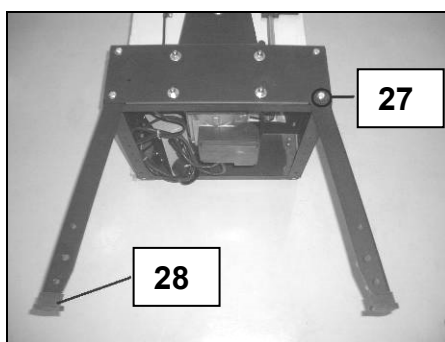

Fig 12
- Insérez les vis M8x16 (27) par l'extérieur, puis placez les rondelles et vissez les écrous M8 à l'intérieur du carénage (Fig 12). Il y a 4 boulons par pied.
- Mettez les embouts caoutchouc (28) à l'extrémité de chaque pied (Fig 12).